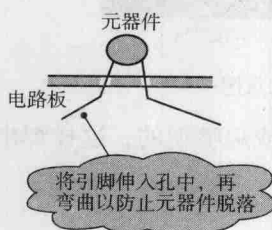

图 1-9 电路板上装配元器件示意图
(2) 电路板上元器件焊接方法 在进行电路板元器件焊接前，要先将元器件装配在电路板上，如图 1-9 所示是电路板上装配元器件示意图。将元器件引脚从孔中穿过，再从根部开始弯曲，这样可以防止元器件从电路板上脱落。